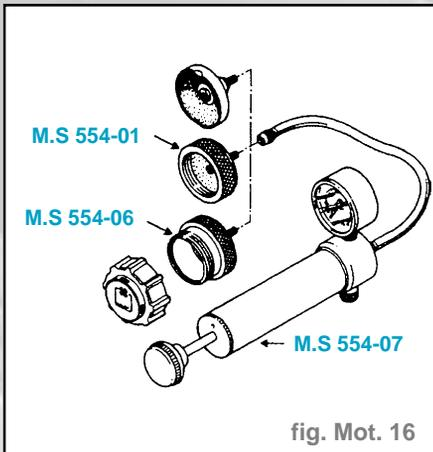

fig. Mot. 16
- Remplacer la soupape de vase d'expansion par l'adaptateur **M.S. 554-01** (fig. Mot. 16)
- Adapter sur la pompe **M.S. 554 07** l'outil **M.S. 554 06** et placer sur celui-ci la soupape à contrôler (fig. Mot. 16)